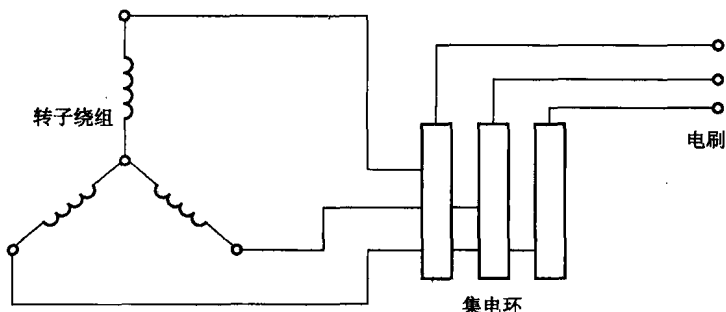

图 1-2-3 绕线转子绕组联结
1) 绕线转子的转子绕组与定子绕组一样，也是一个三相绕组，通常按星形联结，三相引出线分别接到转轴上的三个与转轴绝缘的集电环上，图 1-2-3 是绕线转子的联结示意图，可通过电刷装置与外电路相连，这样，就可在转子电路中串接电阻来改善电动机的起动和运行性能。